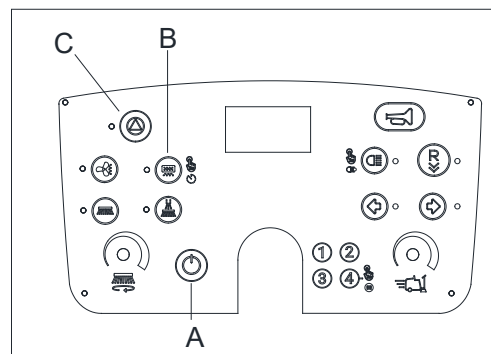

Figura 14
1. Pulse el botón de inicio (C, figura 14) para desactivar todas las funciones del motor de limpieza (ventilador de polvo, cepillo lateral/cepillo principal), y se levantarán el cepillo lateral y el cepillo principal.
2. Pulse el botón del sacudidor del filtro (B, figura 14) para activar la función de sacudida del polvo y limpiar el filtro.
4. Pulse el botón de encendido (A, figura 14) para apagar la máquina.